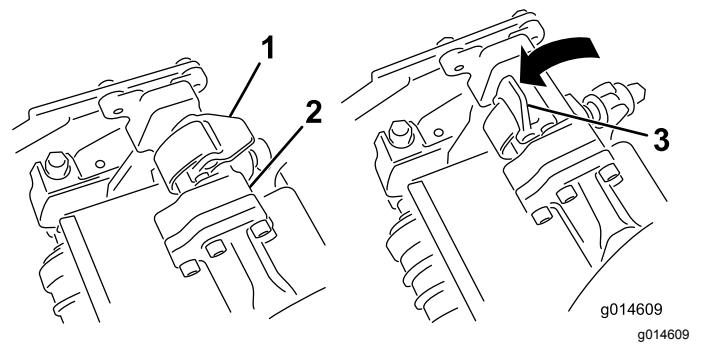
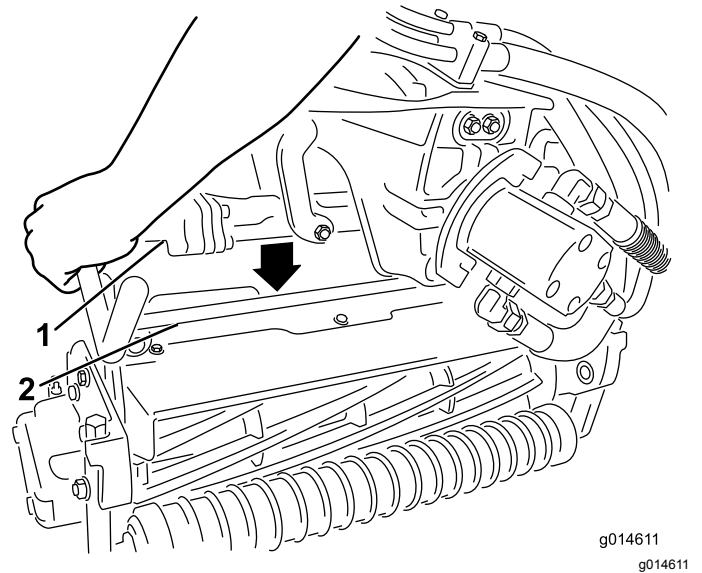

Bild 45
Bild 46
4. Drücken Sie die Riegel nach unten um die Schneideinheitstange herum und arretieren sie (Bild 45).
3. Die Riegel an der Aufhängearmstange müssen nach oben zeigen (d. h. offen) (Bild 45); drücken Sie den Aufhängearm dann so nach unten, dass die Stange über die Stange an der Oberseite der Schneideinheit passt (Bild 46).
4. Öffnen Sie die Riegel an der Aufhängearmstange der Schneideinheit, die Sie entfernen möchten (**Bild 45**).